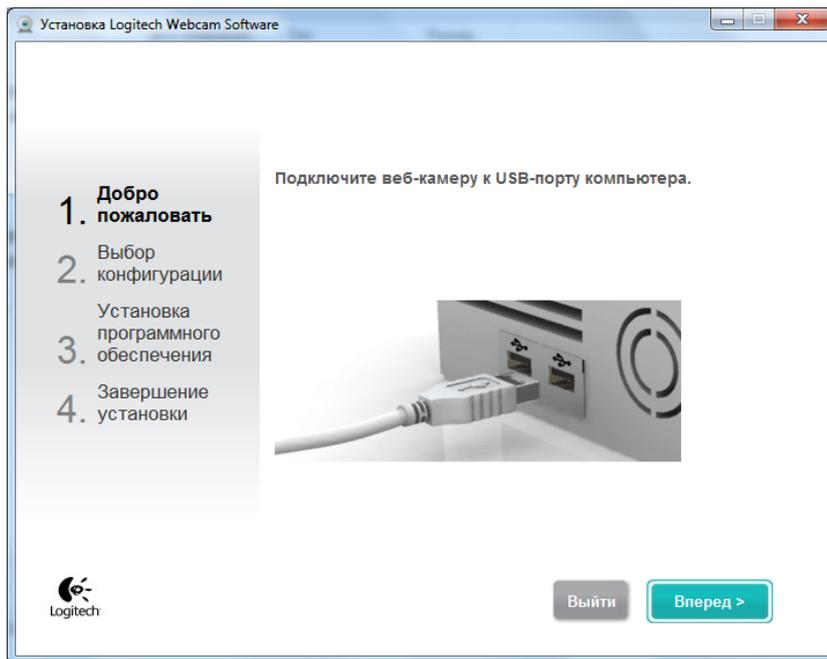

Рисунок 15.2
3. Соединить диафаноскоп с персональным компьютером шнуром USB, входящим в комплект поставки (Рисунок 15.2)
После подключения камеры откроется следующее окно (Рисунок 15.2)